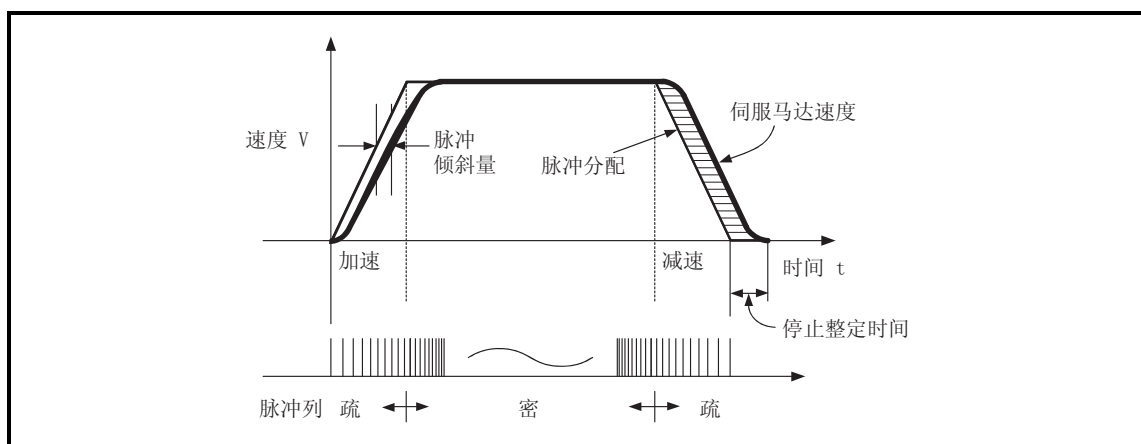

图 1.3 LD75 的输出脉冲
- 1) 如图 1.3 中所示, 脉冲频率随着马达的加速而增大。由图可以看出, 当马达开始启动时脉冲较为稀疏, 而当马达速度接近目标速度时脉冲变得越来越密。